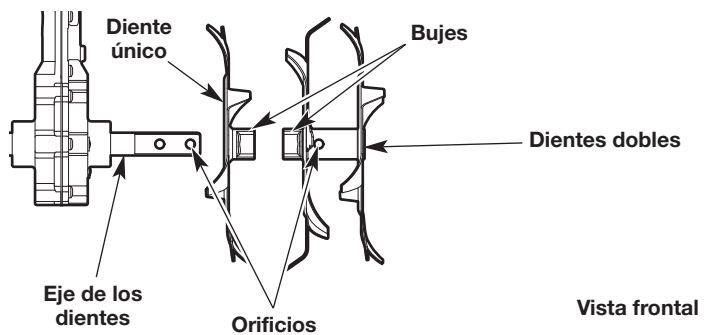

Fig. 13
2. Deslice los dientes nuevos sobre el eje de los dientes. Los bujes deben quedar enfrentados entre sí (Fig. 13). Instale el diente único primero. Luego instale los dientes dobles. Se debe alinear el orificio de los dientes dobles con el orificio del eje de los dientes (Fig. 13).